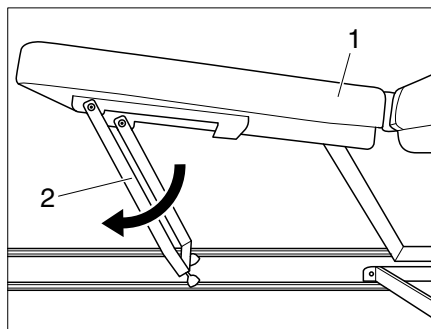

Bild 5 Füße ausklappen
- Füße (Bild 5,2) unter der Bettverlängerung (Bild 5,1) herunterklappen, bis sie in senkrechter Position einrasten.